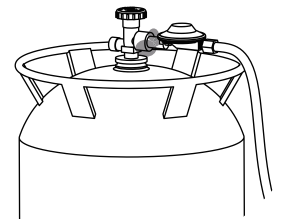

Figure 7
2. Εφαρμόστε μερικές σταγόνες του διαλύματος στη σύνδεση μεταξύ της βαλβίδας της φιάλης αερίου και του ρυθμιστή (βλ. Figure 7).